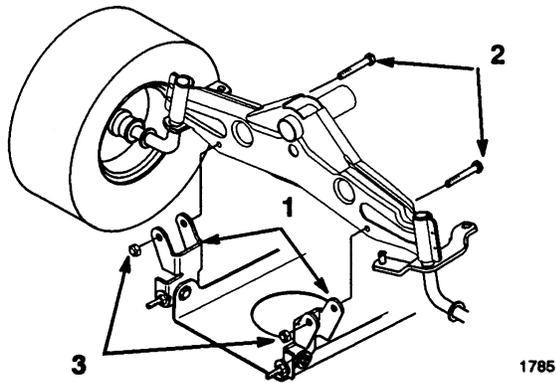

Bild 40
8. Die Schrauben und Kontermuttern entfernen und die zwei Mähwerk-Gelenkaufhängeprofile von der Vorderachse nach unten abziehen (Bild 40).